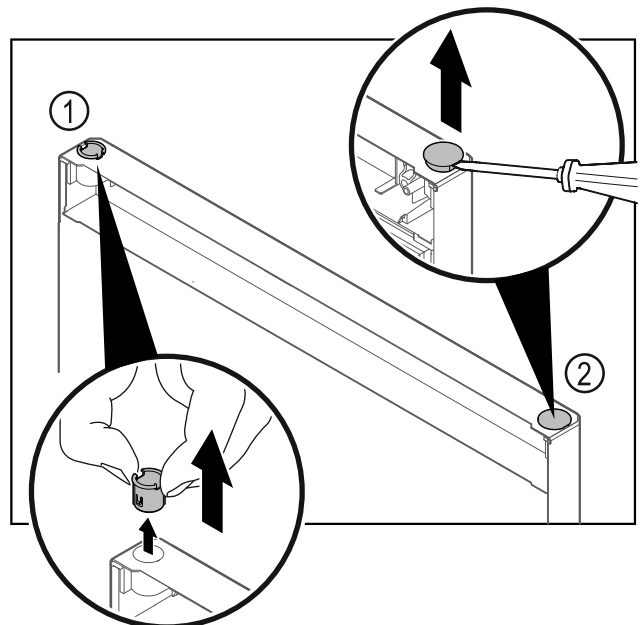

Fig. 26
- ▶ Τραβήξτε έξω την υποδοχή μεντεσέ Fig. 26 (1) με τα δάχτυλα.
- ▶ Ανασηκώστε προσεκτικά την τάπα Fig. 26 (2) με ένα ίσιο κατασαβίδι και τραβήξτε την έξω.